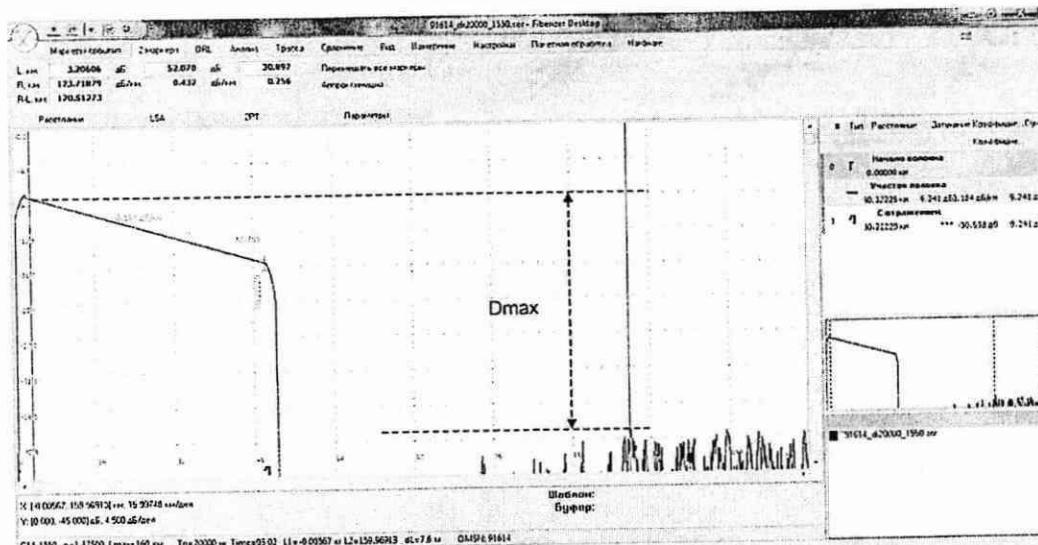

Рисунок 11
3) Запустить рефлектометр на измерение в режиме с усреднением, нажав кнопку **[Запуск]**. После окончания измерения перейти в закладку **2 маркера** установить левый маркер за пределами мертвой зоны в начале линейно спадающего участка рефлектограммы, а правый - на точку, в которой шумовой сигнал за пределами рефлектограммы во второй половине экрана принимает наибольшее значение (см. рисунок 11). При этом следует использовать растяжку рефлектограммы по шкале затухания и шкале расстояний.
где D_{max} - разность между уровнем сигнала, рассеянного от ближнего к рефлектометру конца измеряемого ОВ, и максимальным уровнем шума, дБ (см. рисунок 11);